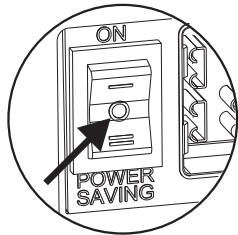

Figure 1
- Avant d'installer le AC Master s'assurer que l'interrupteur principal est en position OFF ("0") (figure 1).